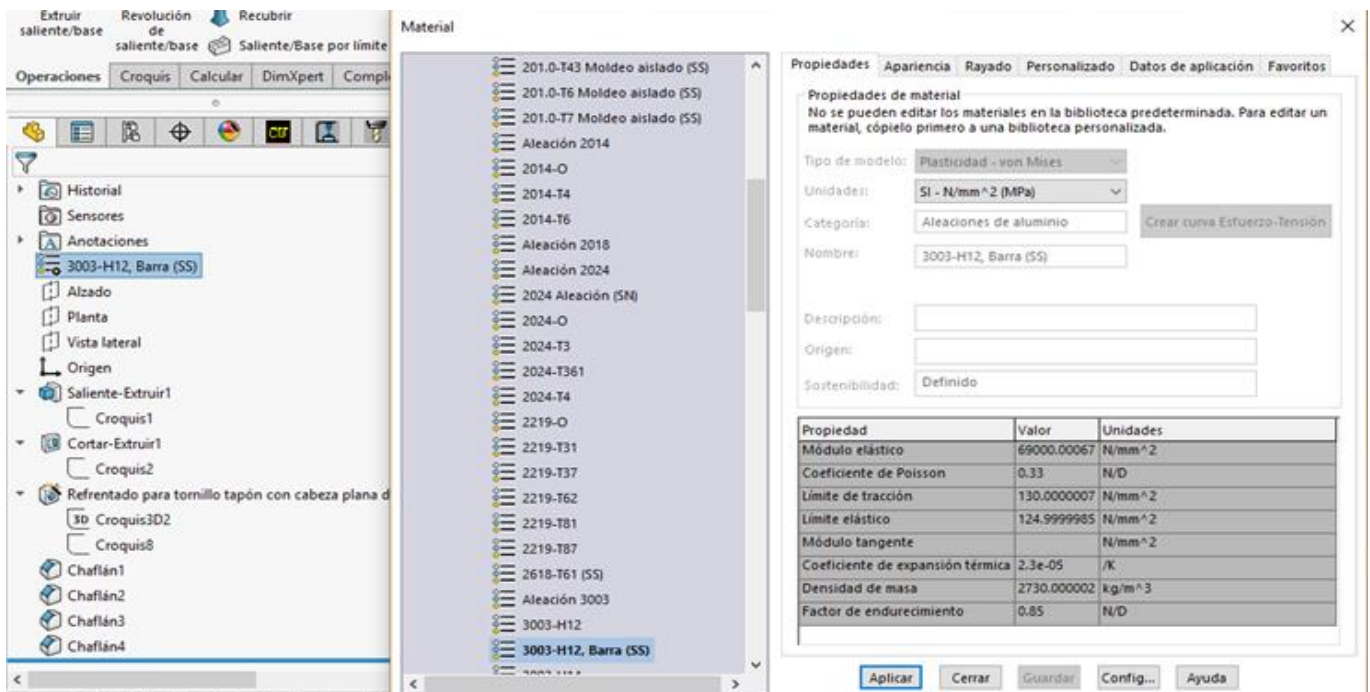

Figura 1.21 Editando tipo de material
- Para terminar, configure la condición dando clic derecho en material <sin especificar> y clic en editar material y luego clic en aleaciones de aluminio, escoja 3003-H12, Barra (SS), por último, clic en aplicar y luego cerrar (Figura 1.21).